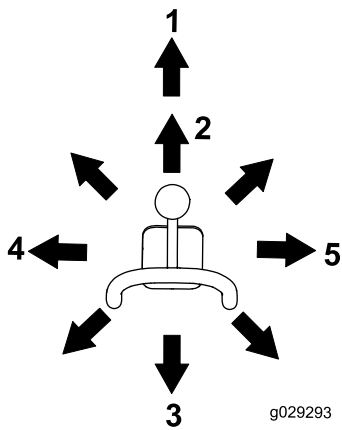

Bild 11
- Drücken Sie den Hebel langsam nach rechts, um das Anbaugerät nach vorne zu kippen (Bild 11).
- Drücken Sie den Hebel langsam nach links, um das Anbaugerät nach hinten zu kippen (Bild 11).
- Drücken Sie den Hebel langsam nach vorne, um die Hubarme abzusenken (Bild 11).
- Drücken Sie den Hebel langsam nach hinten, um die Hubarme anzuheben (Bild 11).
- Drücken Sie den Hebel ganz nach vorne, um die Hubarme in die Schwebestellung zu bewegen (Bild 11).